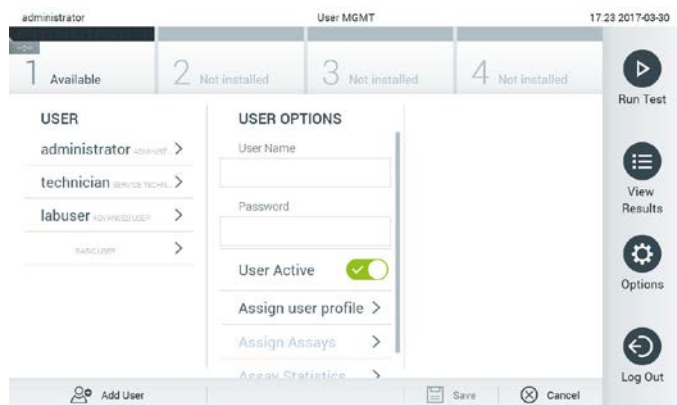

Figura 56. Adição de um novo utilizador.
1. Prima o botão Options (Opções) e, em seguida, o botão User Management (Gestão de utilizadores) para configurar os utilizadores. O ecrã User Management (Gestão de utilizadores) é apresentado na área de conteúdo do visor (Figura 56).